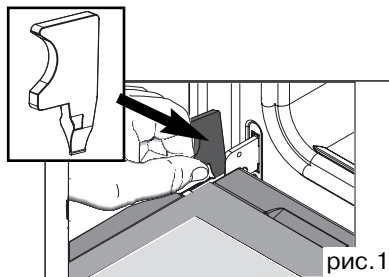

рис. 1
- Полностью откройте дверцу и заблокируйте её при помощи двух красных ограничителей (рис. 1). Они прилагаются к вашему прибору в пластиковом конверте.